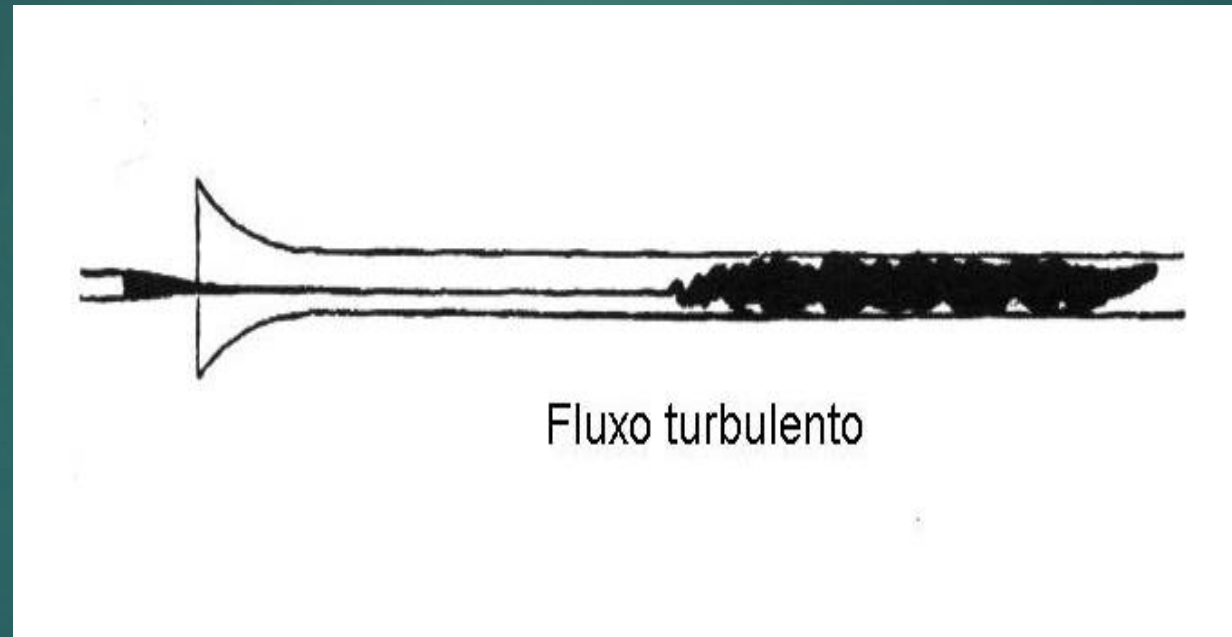

Figura 11
- ▶ Para “grandes” vazões o líquido mostra-se com flutuações aleatórias típicas de um escoamento *turbulento* (Figura 11)